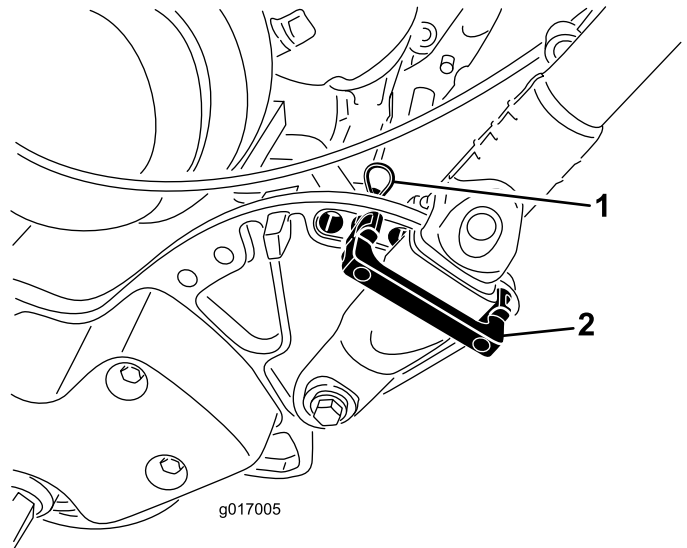

Figura 27
1. Retire as chavetas dos fixadores do manípulo em cada lado da máquina (Figura 27).
2. Enquanto segurar no manípulo, retire as chavetas de cada lado e rode o manípulo até o colocar na posição desejada para sua utilização (Figura 27).